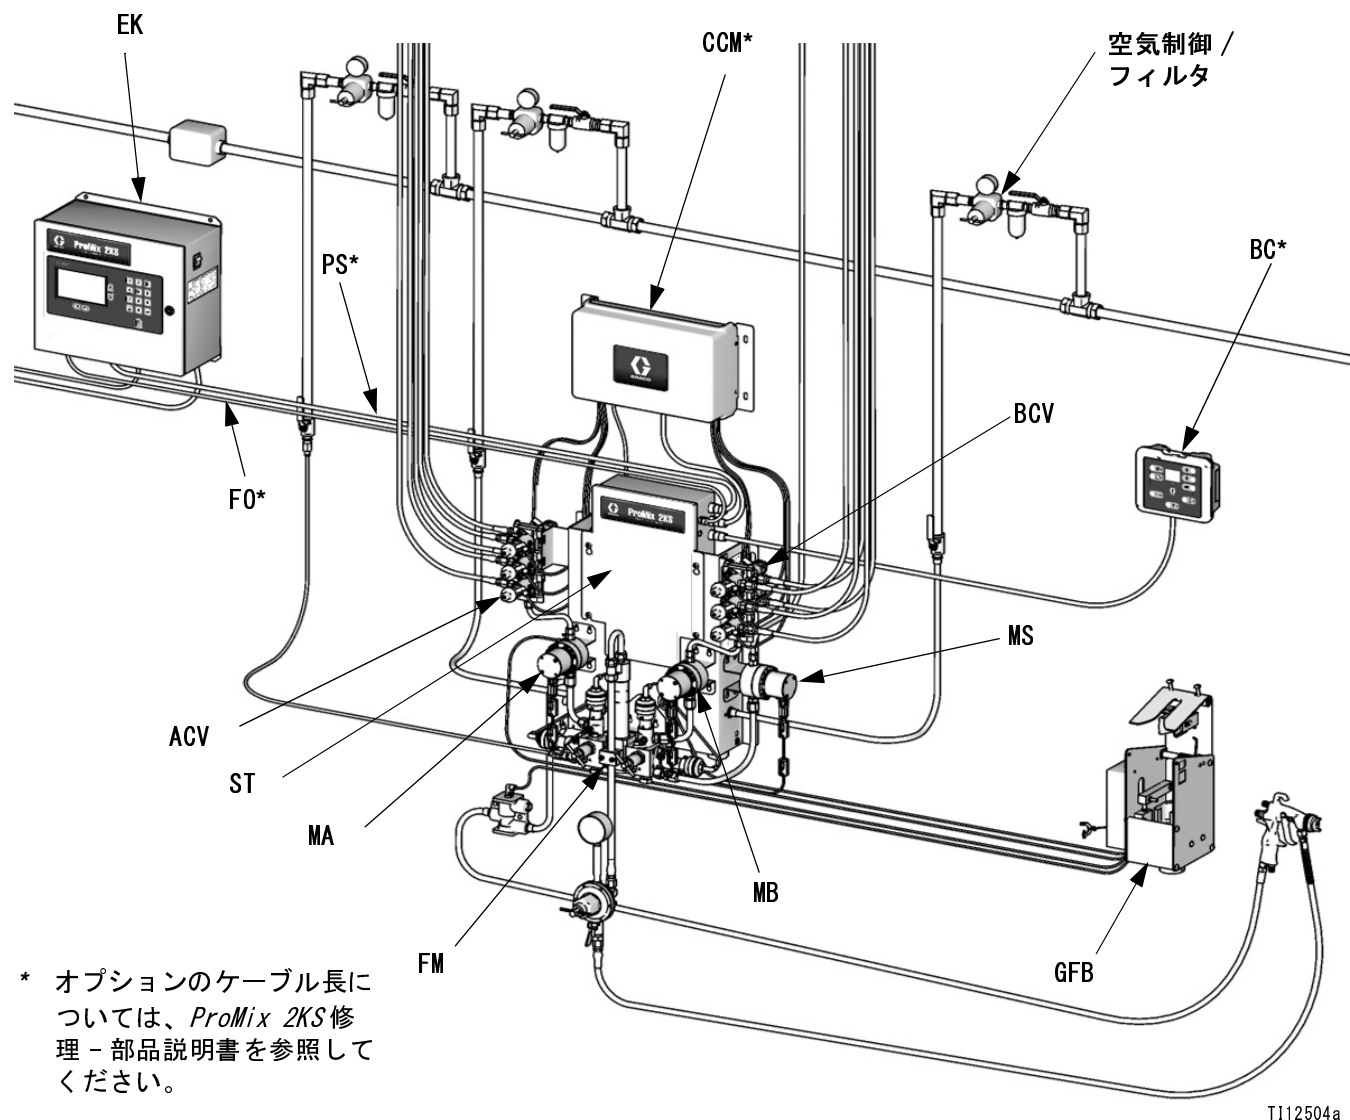

図 2. G3000 メータ、色彩 / 触媒変更、1 つのガン洗浄ボックス及び付属品の溶剤流量計付きで図示された手動システム
- 図 2 及び 10 ページには、手動システムの基本部品が記載されています。実際のシステムについては、お客様の Graco 販売代理店にご連絡下さい。
- エアラインフィルタ：エア供給から排出されるオイル、水の濾過及び塗料による汚染、ソレノイドの詰まり防止のため、10 ミクロンまたはこれよりも微細なエアフィルタの使用が推奨されます。図 2 を参照してください。